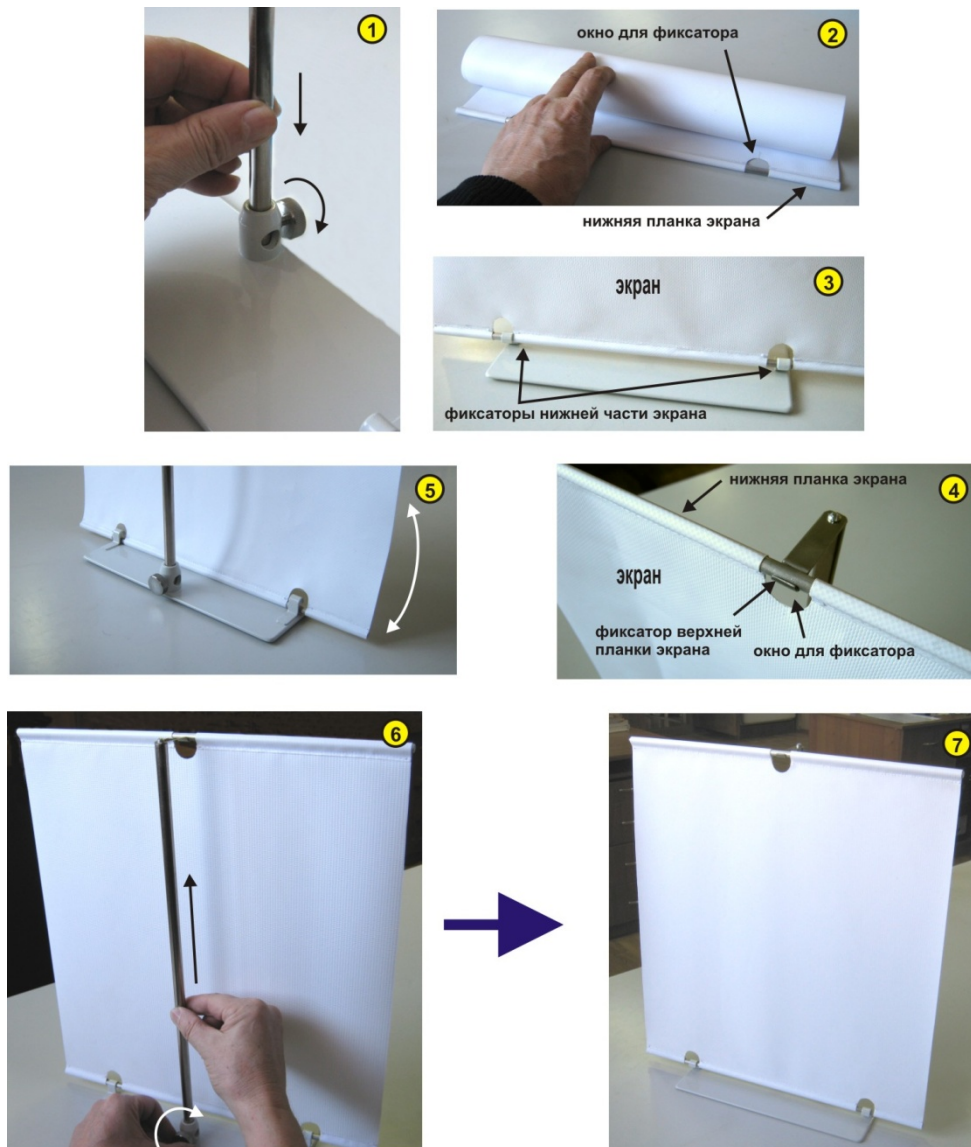

Рис.12. Порядок сборки экрана для наблюдения последовательных образов.
- извлечь стойку из тубуса и установив её в вертикальное отверстие втулки, слегка зафиксировать винтом (рис.12, п.1).
- извлечь гибкий экран из тубуса, вставить фиксаторы нижней планки экрана, расположенные на основании в специальные окна полотна экрана, после чего надеть верхнюю планку экрана на крючок, находящийся на верхнем торце стойки (рис. 12, п.2 - п.4).
После установки на фиксаторы полотна экрана необходимо натянуть, для чего нужно взяться за стойку и потянуть её вверх, пока полотно экрана не натянется. После этого, не отпуская стойку, затянуть фиксирующий винт, расположенный на втулке основания (рис.12, п.6 - п.7). Экран собран и готов к проведению процедуры.